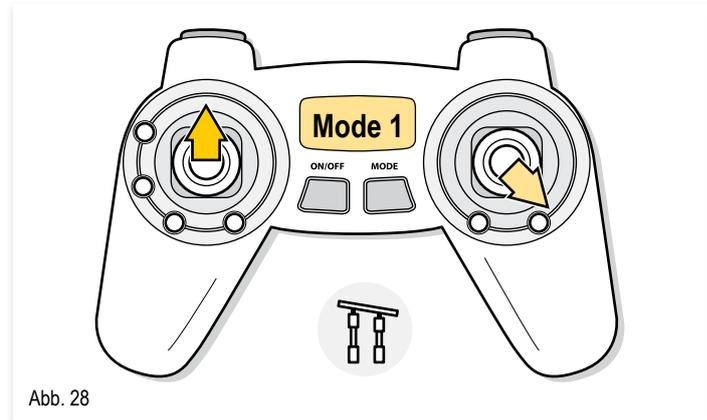

Abb. 28
3. Bewegen Sie den DROSSEL/QUERRUDER-Hebel diagonal nach unten rechts und bewegen Sie den HÖHENRUDER/SEITENRUDER-Hebel bis zum Anschlag in die vertikale Stellung. Siehe  [Abb. 28 ]: